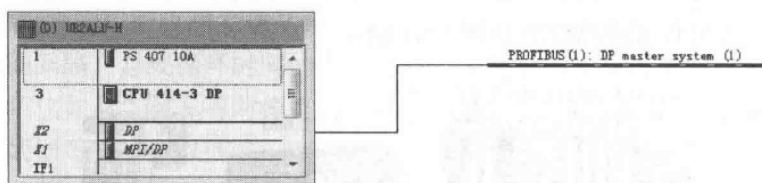

图 8-33 配置好的 S7-400 主站
(2) 双击“Hardware”图标，在“HW configuration”窗口中按硬件的实际安装顺序组态硬件系统；分别插入 S7-400 机架、电源和 CPU 模块，在配 CPU 时，会出现对话框，可对 PROFIBUS 网络属性进行组态，通过单击“New”按钮新建一个 PROFIBUS 网络“PROFIBUS (1)”，在本例中，将其地址设为 2 号站，选择“Properties”命令将传输速率设为 1.5Mbit/s 并将总线行规设置成为 DP，单击“OK”按钮确定。配置好的 S7-400 主站如图 8-33 所示。